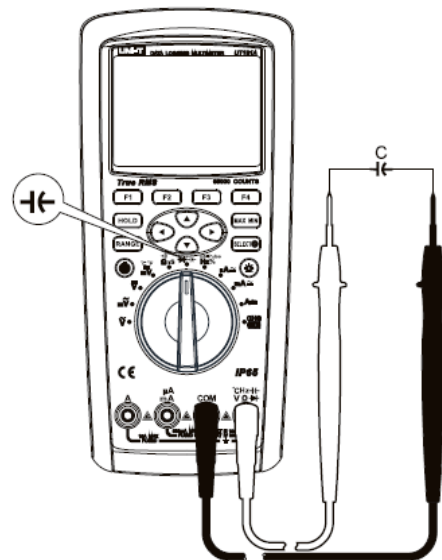

Рисунок 10
8. Измерение ёмкости (рисунок 10)